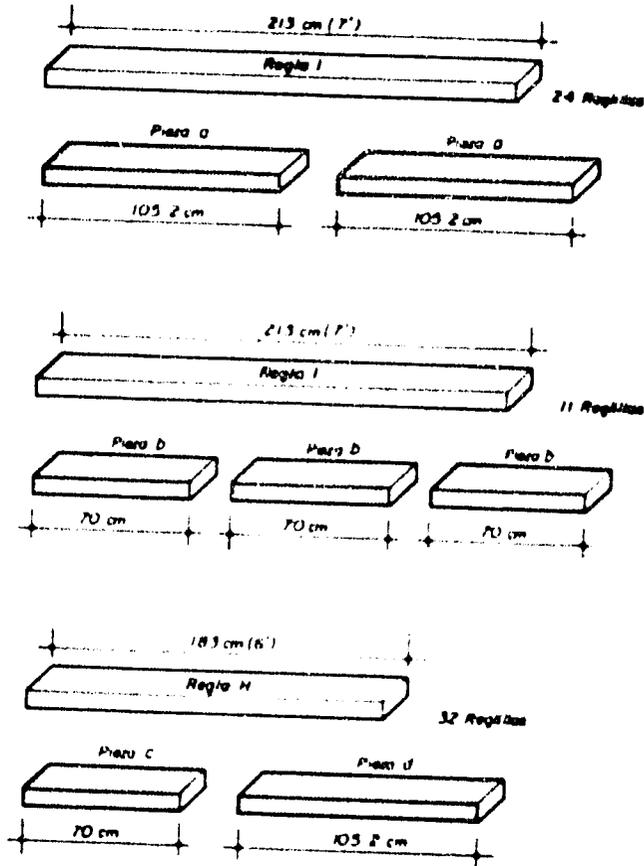

FIGURA 36: Corte de piezas para bandeja
8.16 Cortar piezas para 16 bandejas (Figura 36)